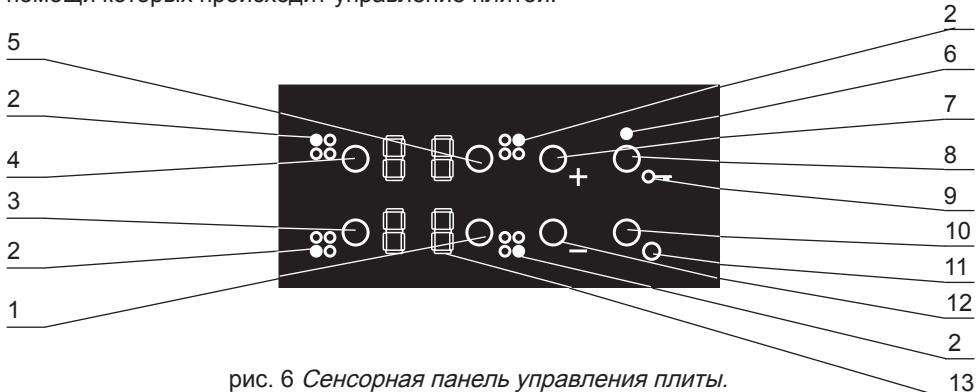

рис. 6 Сенсорная панель управления плиты.
- Перед конфорками в центре стеклокерамического стола нанесены символы, при помощи которых происходит управление плитой. Назначение символов приведено на рис.6.